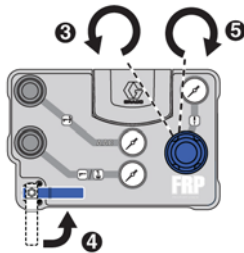

FIG. 18
- Tourner complètement le régulateur de pression d'alimentation principale en air dans le sens antihoraire afin de relâcher la pression et la mettre à zéro. Voir FIG. 18.
- Tourner le clapet à bille d'alimentation principale en air en position ouverte. Voir FIG. 18.
- Tourner doucement le régulateur de pression d'alimentation principale en air dans le sens horaire jusqu'à ce que la pompe commence à bouger et permute d'elle-même. Ne jamais dépasser une pression de 0,14 MPa (1,4 bar ; 20 psi). Voir FIG. 18.